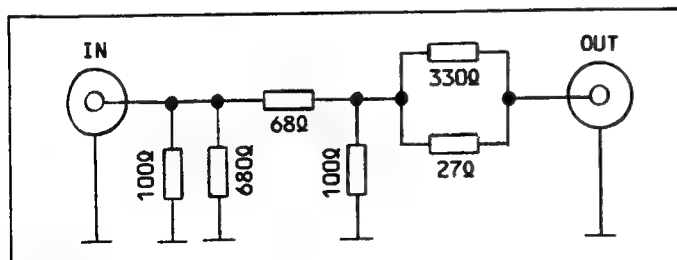

Fig.19
- 10dB HF-Abschwächer (Fig.19)